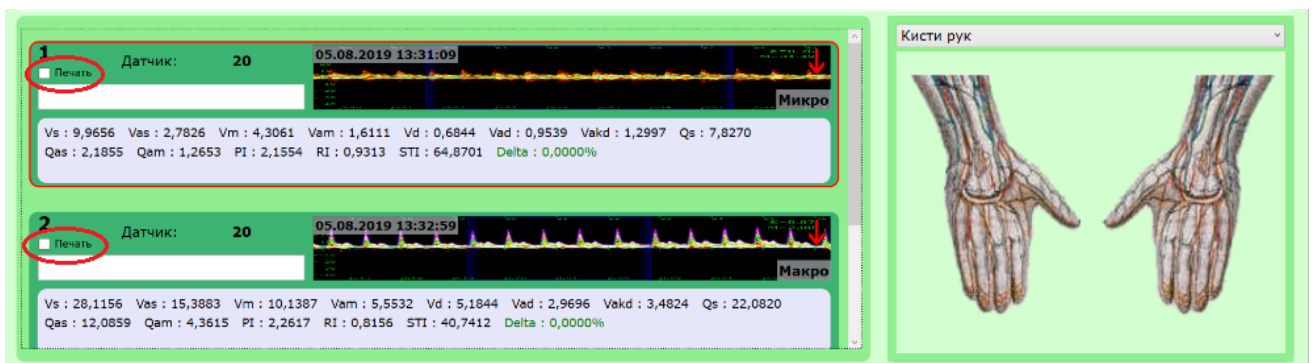
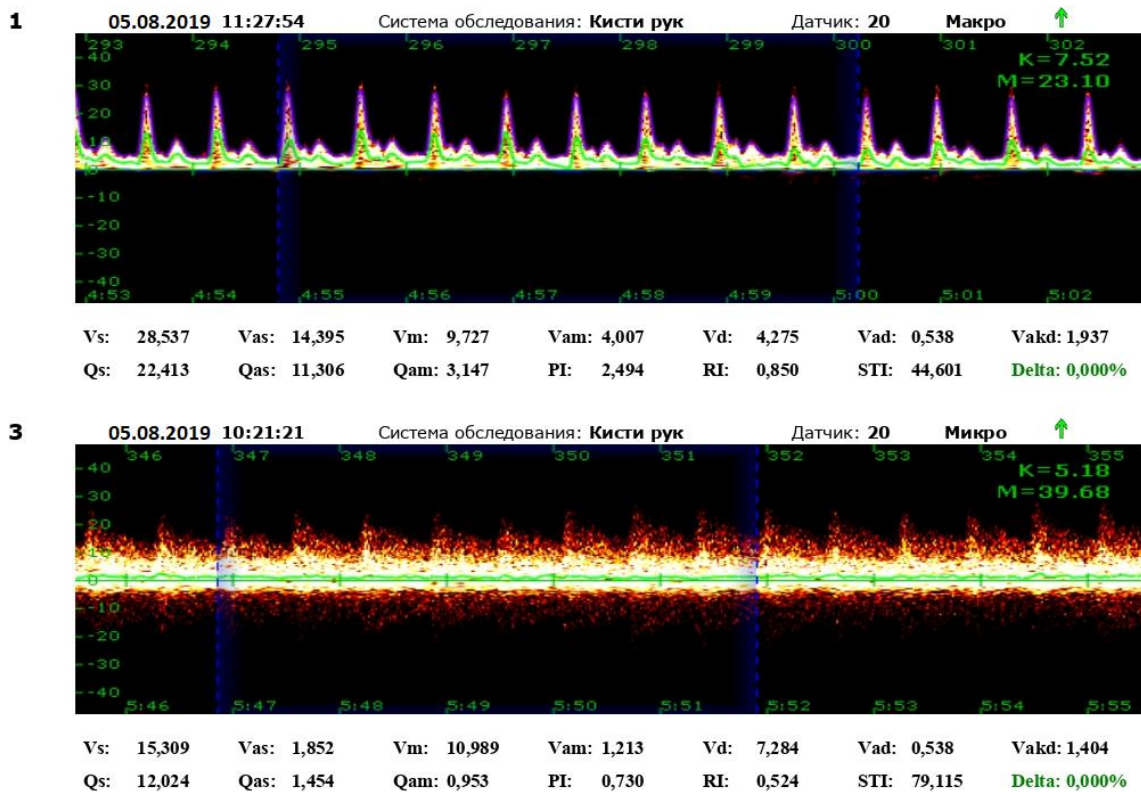

Рисунок 22 – Выбор протокола обследования для отображения в отчёте
Рисунок 25 – Внешний вид отчета
• Режим «**Печать**» дублирует режим **Обследование/Печать** и позволяет вывести на печать отчёт об обследованиях текущего пациента (карточку пациента) (рисунок 25). Чтобы добавить в отчёт протокол обследования, необходимо в окне соответствующего протокола поставить галочку в поле «Печать» (рисунок 22).
- Кнопка сохранения в PDF  (рисунок 24) позволяет сохранить отчёт об обследовании текущего пациента в формате .pdf (рисунок 25). Чтобы добавить в отчёт протокол обследования, необходимо в окне соответствующего протокола поставить галочку в поле «**Печать**» (рисунок 22).